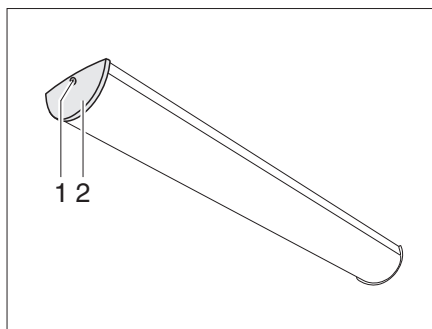

Fig. 254 Eclairage de la cellule
- Dévisser la vis (Fig. 254,1) et retirer le couvercle (Fig. 254,2).